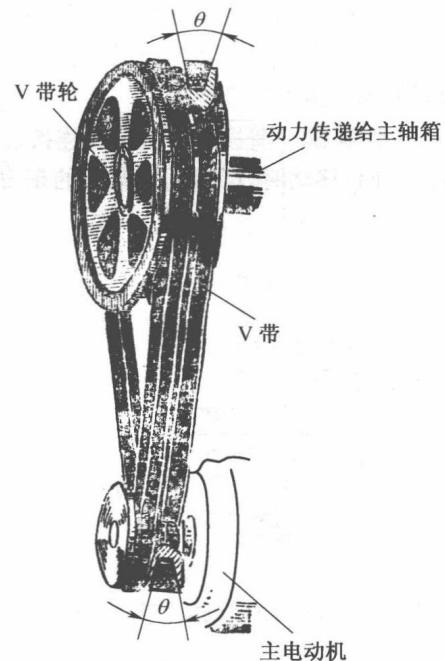
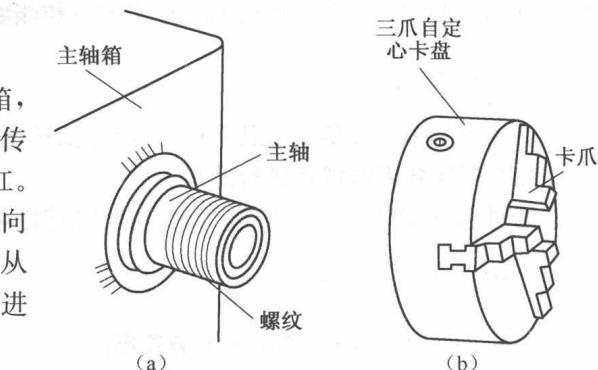

图2-4 主电动机和V带传动
图 2-5 主轴上外螺纹和三爪自定心卡盘
(1) 主电动机和V带轮 主电动机和V带轮安装在车床左端,通过V带进行传动,如图2-4所示。开动车床时,先接通主电动机电源,由主电动机输出的动力,经V带轮传递给主轴箱。CA6140型车床主轴箱电动机功率为7.5kW,转速为1450r/min。
(2) 主轴箱 主轴箱也称变速箱,用来带动车床主轴及卡盘转动。主轴箱内装有空心的主轴和多组齿轮及变速机构。电源接通后通过变换主轴箱外的变速手柄位置,可以使主轴得到不同的转速,以及使主轴按照所需要的方向旋转。
(3) 三爪自定心卡盘 卧式车床的主轴呈水平位置,在主轴前端的外螺纹[图2-5(a)]上安装有三爪自定心卡盘,三爪自定心卡盘[图2-5(b)]用来装夹工件,并带动工件一起转动。